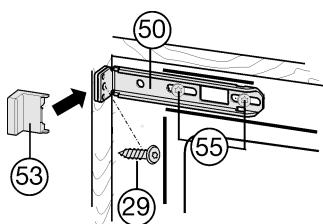

Fig. 19
- Afloje ligeramente los tornillos Fig. 19 (55).
- Atornille la escuadra de fijación Fig. 19 (50) superior con el tornillo para tablero de partículas Fig. 19 (29) ø4x19 en la pared del mueble.
- Saque el extremo saliente de la cubierta Fig. 19 (53).
- Apriete los tornillos Fig. 19 (55).
- Coloque la cubierta Fig. 19 (53).